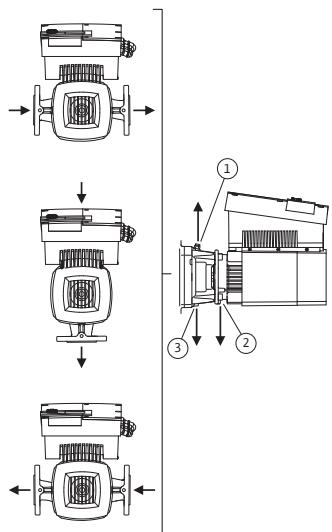

Fig. 23: Tilladte installationspositioner med vandret motoraksel
De tilladte installationspositioner med horisontal motoraksel og elektronikmodul, der vender opad ( $0^\circ$ ), er vist i Fig. 23. De tilladte installationspositioner med elektronikmodul monteret på siden ( $+/- 90^\circ$ ) er ikke afbilledt. Enhver installationsposition undtagen "elektronikmodul nedad" ( $-180^\circ$ ) er tilladt. Udluftningen af pumpen er kun sikret, hvis ventilationsventilen peger opad (Fig. 23, pos. 1).
Kun i denne position ( $0^\circ$ ) kan opstået kondensat bortledes målrettet via eksisterende borer, pumpelanterne (Fig. 23, pos. 3) samt motor (Fig. 23, pos. 2). Fjern proppen på motorflangen (Fig. 7, pos. 7a).